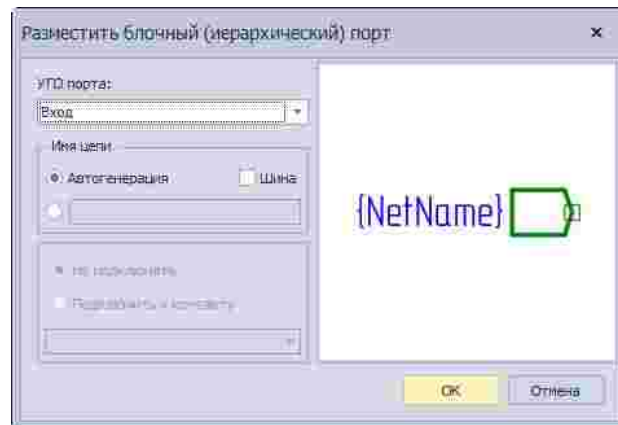

Рис. 251 Окно «Разместить блочный (иерархический) порт»
2. Установить настройки размещаемого блочного порта с помощью выпадающего окна «Разместить блочный (иерархический) порт», см. Рис. 251.